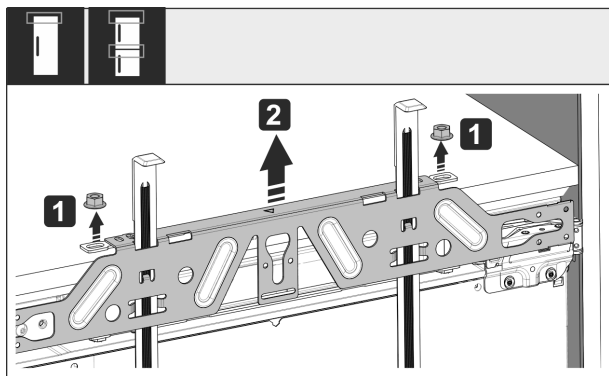

Fig. 52
- ▶ Avaa vastamutterit Fig. 52 (1).
- ▶ Irrota asennuskehys Fig. 52 (2).